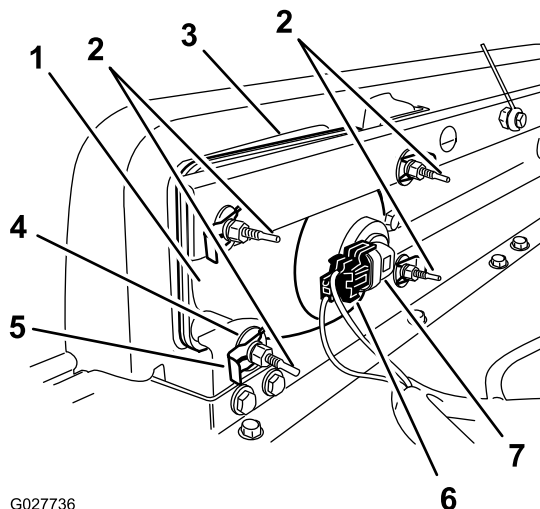

図 50
3. ランプ・アセンブリのコネクタから、ハーネス用のコネクタを外す 図 50。
4. ヘッドライトをヘッドライトブラケットに固定しているスピードクリップとワッシャを外す 図 50。
5. ヘッドライト・アセンブリ全体を前に押し出して、前バンパーから外す 図 50。
6. 取り付け穴に新しいヘッドライトを取り付ける 図 50。
8. ハーネス用のコネクタを、新しいランプ・アセンブリのコネクタに接続する 図 50。
2. ヘッドライト・アセンブリの裏側部分にある調整ねじ (図 50) を回してヘッドライト・アセンブリの角度を変えてビームの方向を調整する。